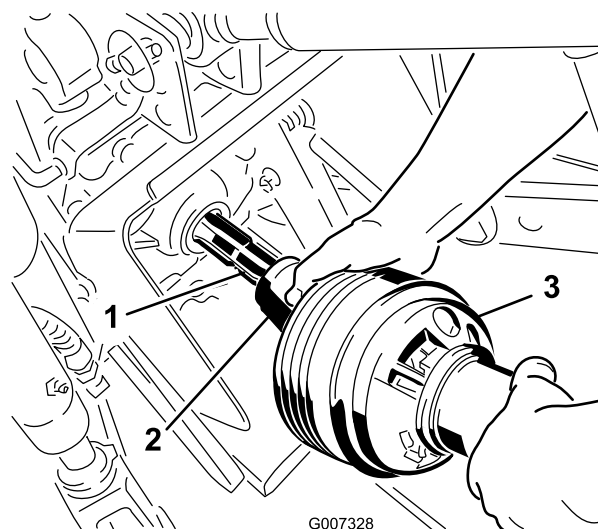

Figure 20
3. Accouplez l'arbre de PDF à l'arbre de PDF du tracteur (Figure 20).